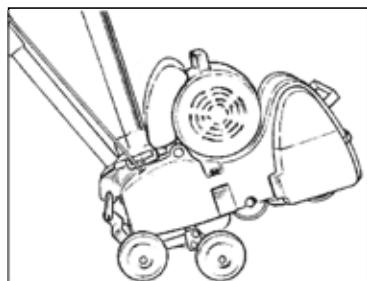

Figure 4
- Maintenez le chariot en position à l'aide du pied et laissez la machine basculer vers l'arrière et reposer sur les roues du chariot. (voir Figure 4)